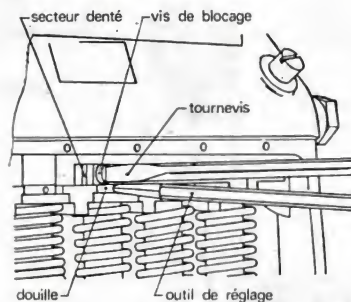

Fig. 43.
- Régler et égaliser les débits à la valeur prescrite en desserrant la vis du secteur denté et **en déplaçant légèrement la douille dans le sens désiré** ⁽³⁾ (fig. 43).